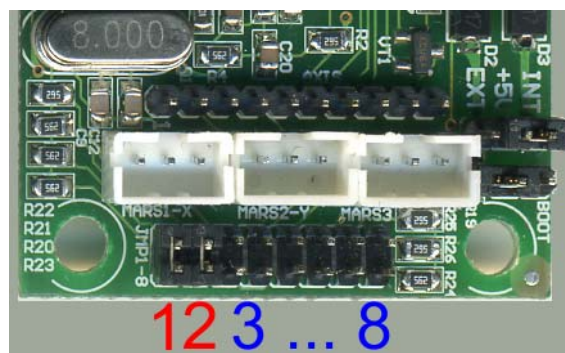

Рис. 2.11.
8. Установите джамперы управления осями в положения, соответствующие типам датчиков осей (рис. 2.11) .